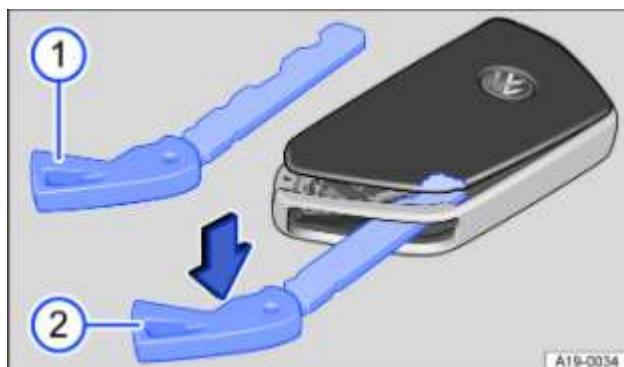

Fig. 56 Clé du véhicule : ouverture du cache de pile
Sortez la clé de secours ➔ Fig. 56 ① Clé du véhicule.
- Engagez la clé de secours dans la fente ➔ Fig. 56 ②, poussez-la dans le sens de la flèche et extrayez le cache en faisant levier.
- Enfoncez le cache sur le boîtier ➔ Fig. 56.